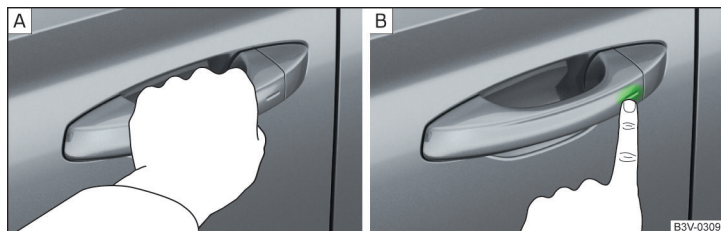

Fig. 54 Desbloquear vehículo / bloquear vehículo
- Agarrar la manivela para **desbloquear** el vehículo » fig. 54 - [A].
- Tocar el sensor en la manivela con el dedo para **bloquear** el vehículo » fig. 54 - [B].
- Tocar con el dedo dentro de 5 seg. el sensor en el tirador de la puerta » fig. 54 de la pág. 68 - [B]. La desactivación es confirmada por un sólo parpadeo de las luces intermitentes.